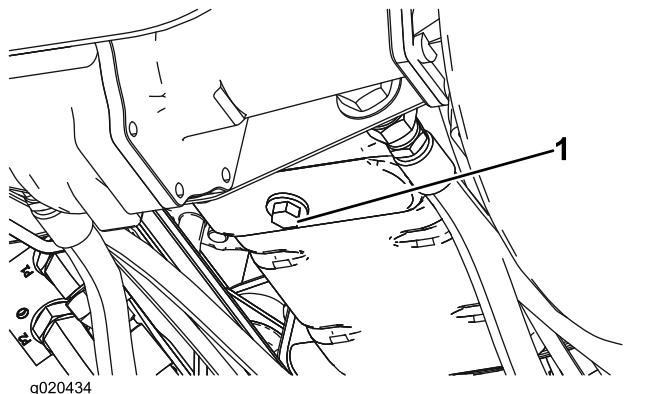

Bild 74
1. Entfernen Sie die Ablassschraube (Bild 74) und lassen Sie das Öl in die Auffangwanne ab. Schrauben Sie die Ablassschraube wieder ein, nachdem das Öl abgelassen ist.